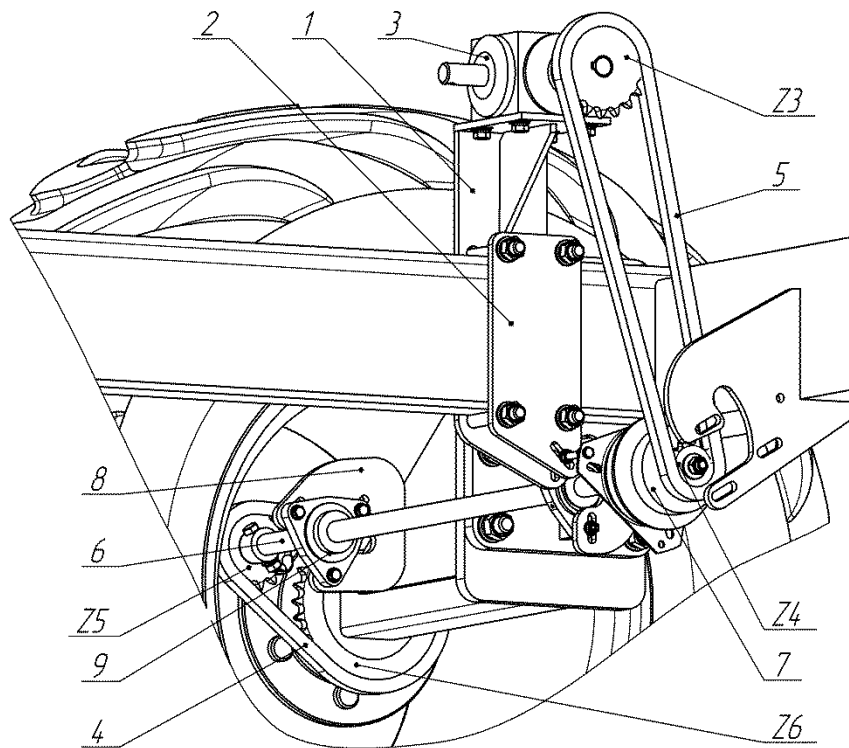

Рис.10 Монтаж привода
4.11. На правый брус рамы бункера установить кронштейн поз.1 рис.10 для крепления углового редуктора и плиту поз.2 с пазом для фиксации электромагнитной муфты поз.7.
4.12. На штатный кронштейн поз.8 рис.10 и кронштейн поз.1 установить приводной вал поз.6 с установленной звездочкой Z5 и электромагнитной муфтой поз.7 и закрепить подшипниковые опоры поз.9. Совместив контуры звездочек Z6 и Z5 установить приводную цепь поз.4. На верхнюю плиту кронштейна поз.1 закрепить, ранее демонтируемый, угловой редуктор поз.3, а на вал углового редуктора установить звездочку Z3 и соединить её цепью поз.5 со звездочкой Z4.